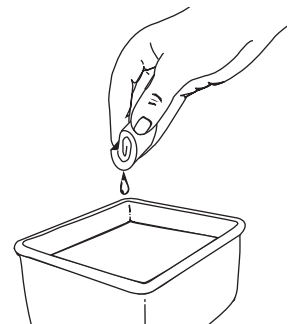

Fig. 27
3. Lave el filtro con agua y detergente (Fig. 27). Enjuague bien el filtro y déjelo secar.